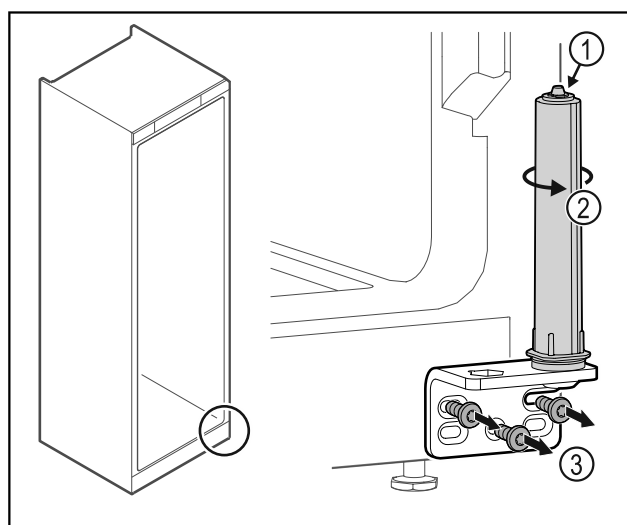

Fig. 24
- ▶ Systemu blokującego drzwi nie należy demontować Fig. 24 (1).
- ▶ System blokujący Fig. 24 (2) obrócić do momentu, aż kliknie.
- ▶ Odkręcić zawias Fig. 24 (3).